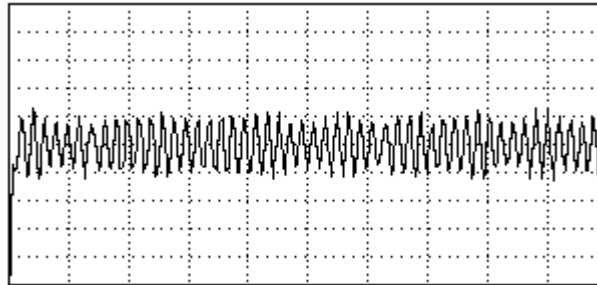

Bild 4.6: Typischer Ist-Geschwindigkeitsverlauf bei einem zu großen Wert von K_p
- Während der Bewegung schwingt die Ist-Geschwindigkeit um den Sollwert (siehe Bild 4.6).